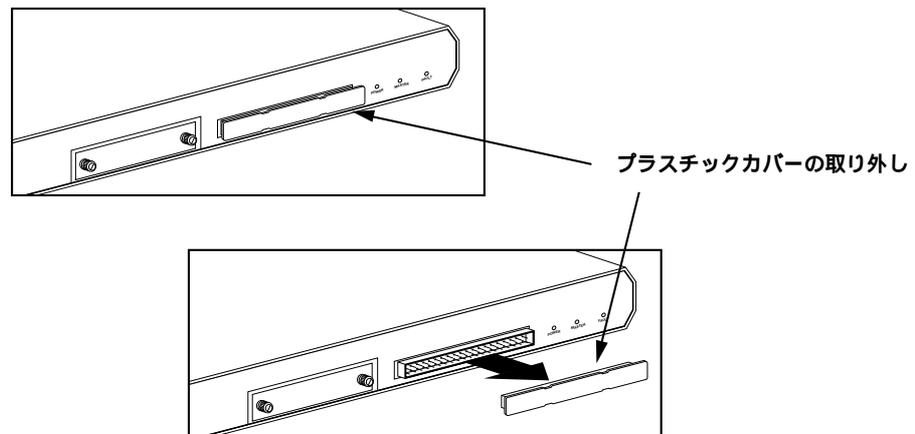

図 3.4 プラスチックカバーの取り外し
1. 各TSシリーズハブには、静的負荷、あるいはコネクタピンへのダメージを防ぐために、接続用バスコネクタのポート（TSシリーズハブの背部）上にプラスチックカバーが付いています。ハブモジュールを専用シャーシに設置する前に、プラスチックカバーを取り外してください(図 3.4 を参照)。